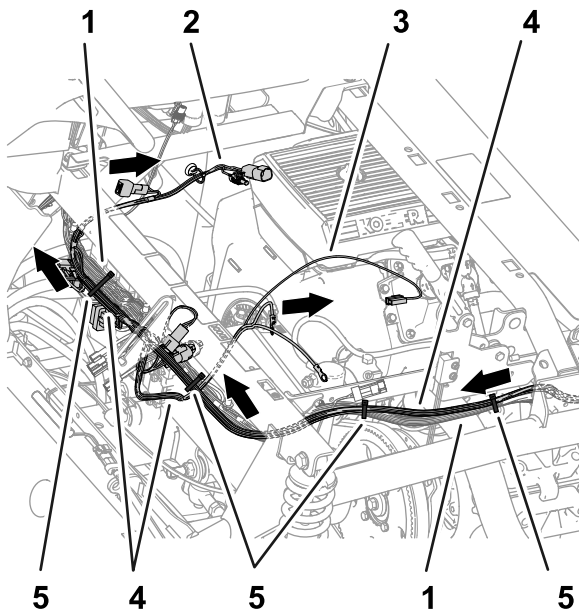

Figure 84
5. Acheminez les branches de 84 cm, 60 cm et 66 cm du faisceau du kit transversalement sur le tube de support amortisseur, comme montré à la Figure 84.
- Fixez le faisceau du kit au faisceau de la machine, comme montré à la Figure 82, la Figure 83 et la Figure 84.